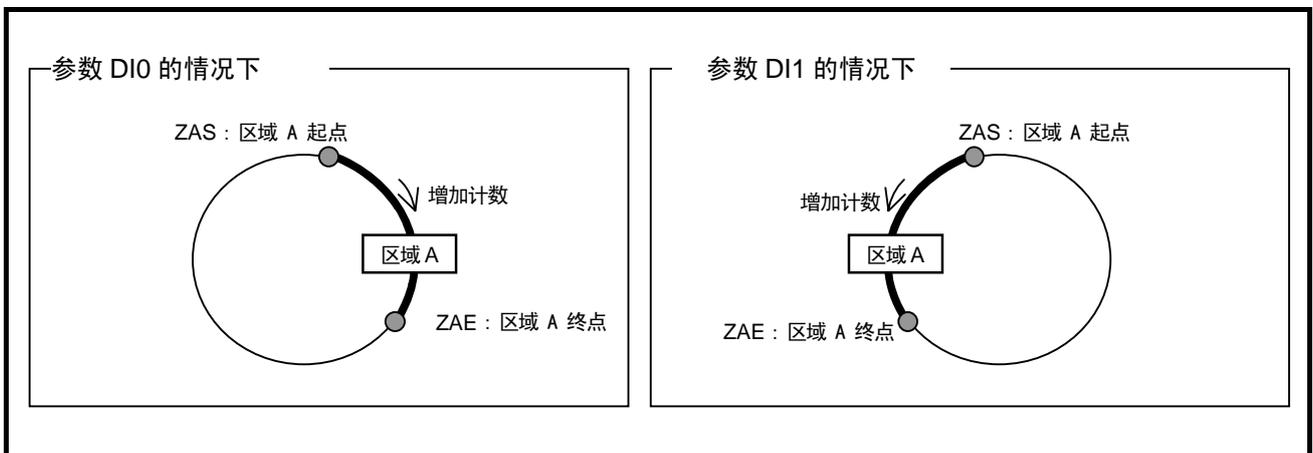

图 8-6: 区域的设定方法
- 通知区域为通过参数 ZAS: 区域 A 起点、参数 ZAE: 区域 A 终点 设定所的区域。区域如「图 8-6: 区域的设定方法」所示, 按坐标增加计数方向从区域起点至终点所途径的区域。